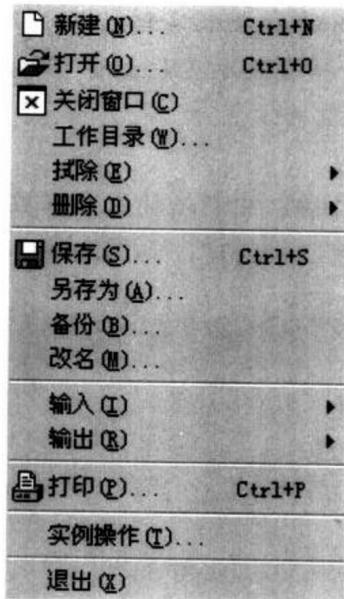

图 1.3
- 文件** 包含对各种文件进行管理的命令，如图 1.3 所示。其中包括：新建 (New)、打开 (Open)、关闭窗口 (Close Window)、工作目录 (Working directory)、保存 (Save)、另存为 (Save as)、拭除 (Erase)、删除 (Delete)、输入 (Import)、输出 (Export) 等。